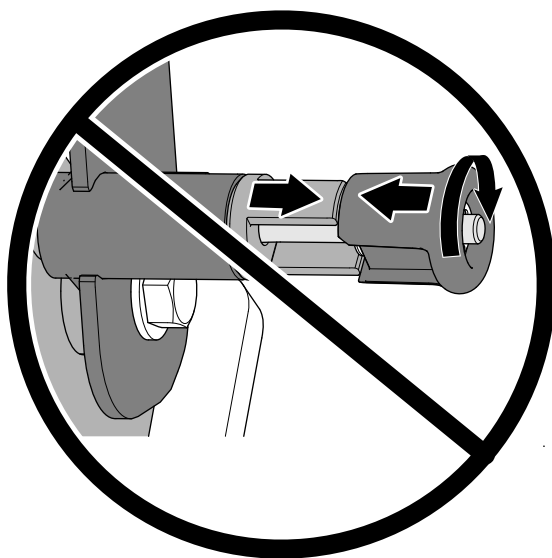

Figura 68
**Importante:** Non ruotate la manopola in modo che il perno di fissaggio non possa ritirarsi (Figura 68).